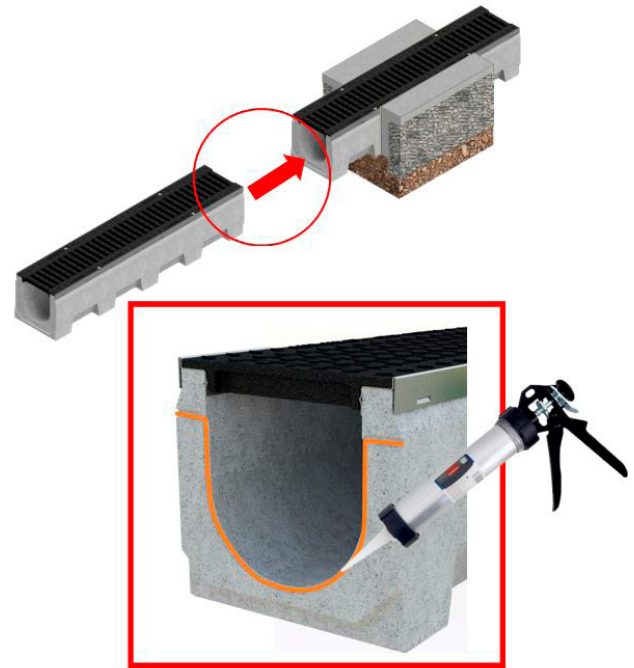

Bild 2
- Die Rinnen sind mit einem männlichen/weiblichen Anschluss ausgestattet, das Dichtungsmittel auf den entsprechenden Schlitz im männlichen Anschluss auftragen (siehe Abbildung 2).